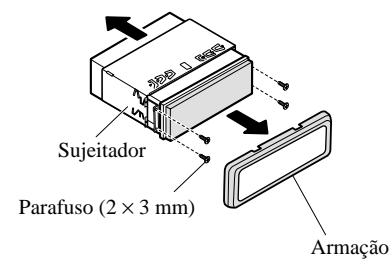

Fig. 10
- **Retire a armação e o sujeitador. (Fig. 10)**